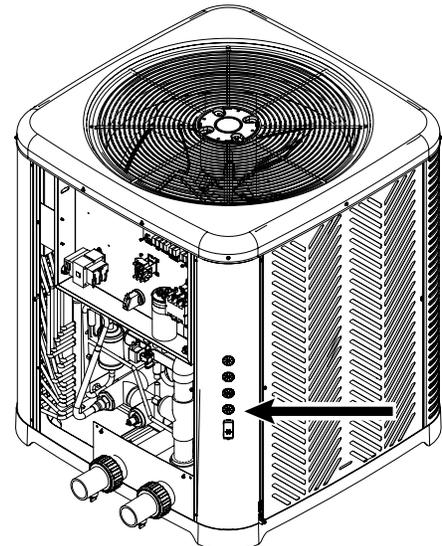

Figure 130. Utilisez les passe-fils
5. Utilisez les passe-fils pour acheminer les fils de commande et/ou d'alimentation des équipements externes au boîtier de commande de l'appareil de chauffage. Voir Figure 130.